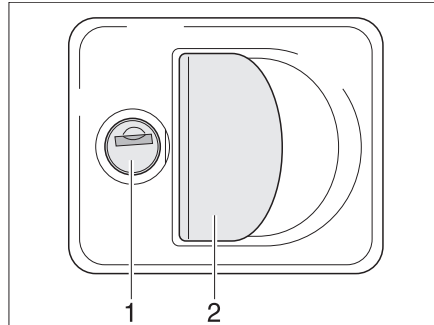

Bild 28 Klappenschloss mit Griffschale
- Schlüssel in Schließzylinder (Bild 28,1) stecken und eine viertel Umdrehung drehen. Das Klappenschloss ist entriegelt.
- Am Schlossgriff (Bild 28,2) ziehen. Die Außenklappe ist geöffnet.